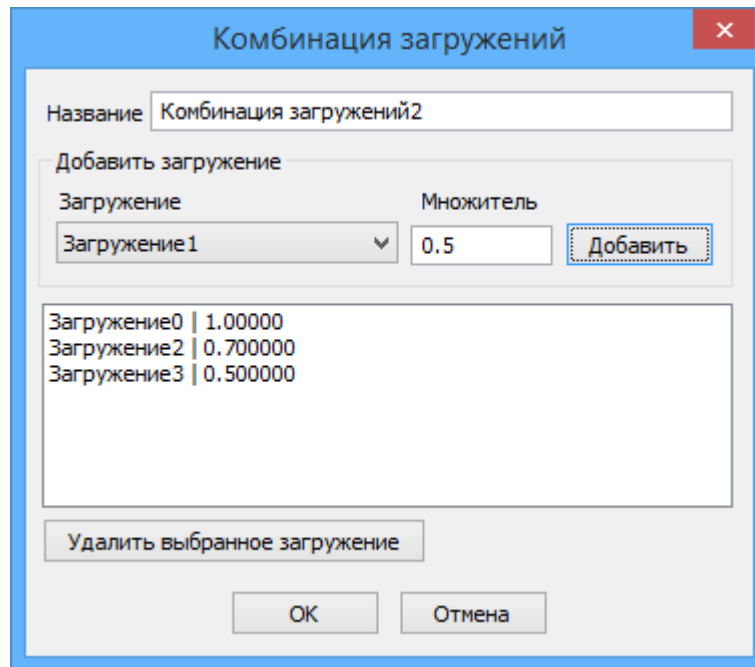

Рис. 3.4. Диалог Комбинация загружений
**Комбинация загружений** – команда вызывает диалог *Комбинация загружений* (Рис. 3.4). Комбинация загружений представляет собой линейную комбинацию одновременно действующих загружений. Возможно создание нескольких комбинаций загружений.